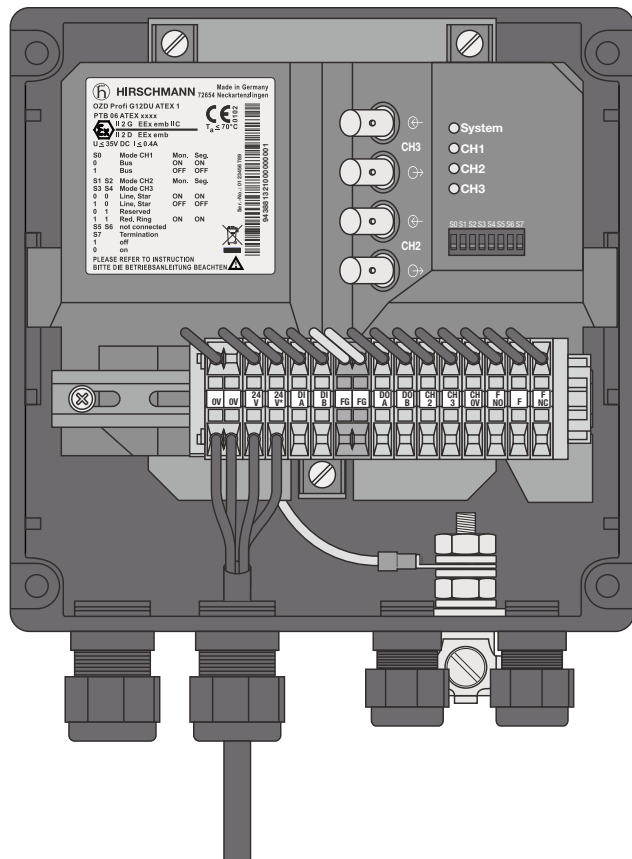

Fig. 31 : Passage des câbles de la tension d'alimentation dans le cas du OZD Profi G12DK ATEX 1 (OZD Profi ... DE ... : similaire)
- ▶ Introduisez le câble RS de la tension de service pour OZD Profi G12DK ATEX 1 et OZD Profi G12DE ATEX 1 dans les entrées de câble (avec presse-étoupe PG) comme le montre la figure 31.